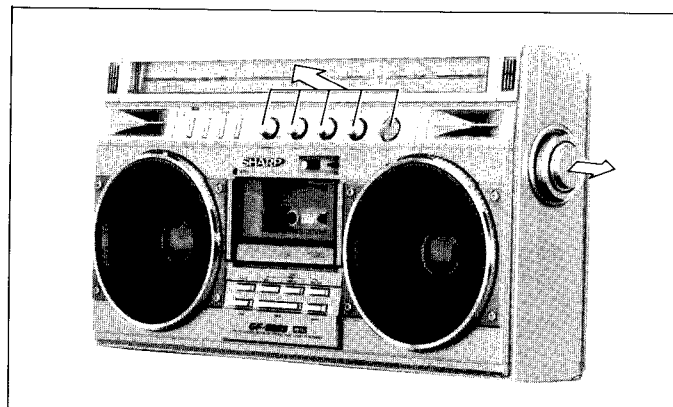

Figure 6—1 Abbildung 6—1
1. Extraire les huit (8) boutons — command de niveau d'enregistrement, command des graves, command des aiguës, commands de volume, commutateur sélecteur de gamme d'ondes, command d'accord et command d'accord fin. (Voir la Fig. 6—1.)
2. Remove eight (8) screws, at the rear of the set, retaining the front cabinet, and push the eject button to open the cassette holder. Lift the front cabinet up and detach. (See Fig. 6—2.)